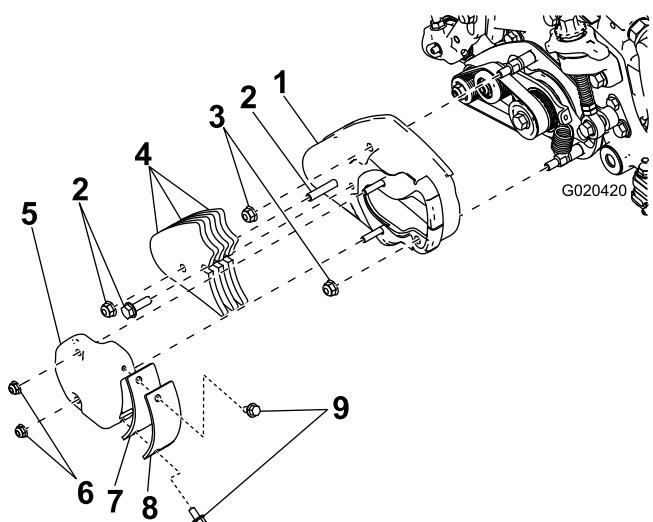

Figura 2
1. Retire as duas porcas flangeadas que fixam cobertura de acesso do rastelo à cobertura do mesmo e guarde-as (Figura 2).
2. Retire os dois parafusos de cabeça flangeada que fixam a placa da cobertura do rastelo e junta à cobertura de acesso do rastelo (Figura 2).
- Retire os 2 parafusos e porcas que fixam os pesos do rastelo à cobertura da mesma e retire-os (Figura 2).